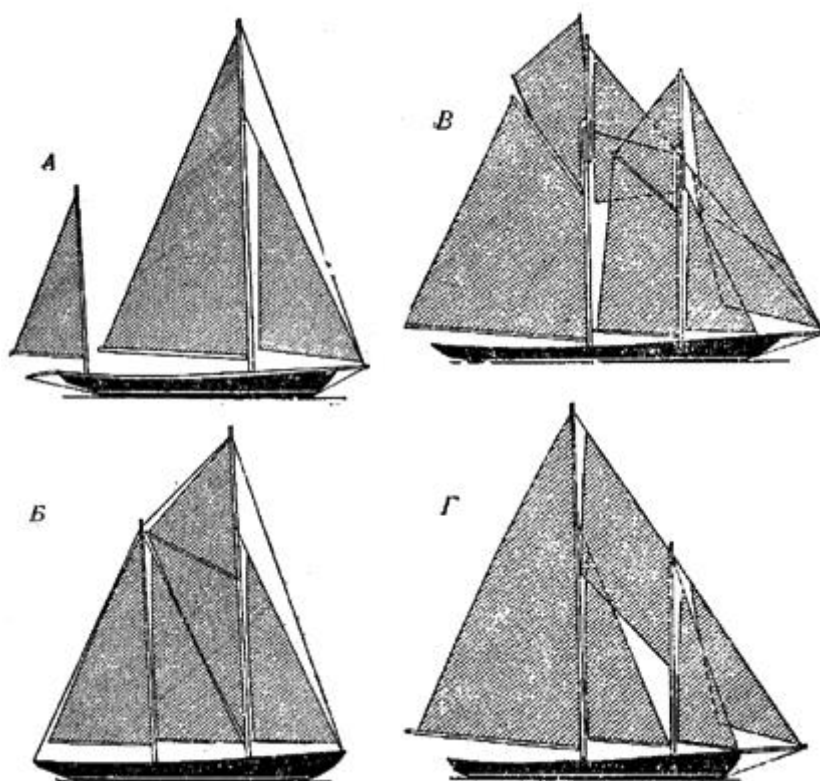

Рис. 15. Двухмачтовые яхты.
Двухмачтовые вооружения (**рис. 15**) применяют на крупных крейсерских яхтах, где для уменьшения крена важно иметь еще более низкую парусность, чем у тендеров. Кроме того, распределение общей парусности на несколько парусов облегчает работу экипажа с ними, что особенно важно на яхтах, совершающих дальние плавания. Чисто морские преимущества двухмачтовых яхт весьма велики: уборкой тех или иных парусов можно сразу уменьшить парусность, а комбинируя эти паруса, можно приспособиться к большому диапазону сил ветра без взятия рифов.
Как и иол, кэч может быть бермудским или гафельным. Иногда кэч имеет грот без гика, со шкотовым углом, находящимся у верхушки бизань-мачты. Нижний промежуток заполняется тогда большим **бизань-стакселем**. Такие кэчи называют **стаксельными** (рис. 15, *б*). Бизань-стаксель может быть и у обычного кэча или иола,
**Шхуна** имеет заднюю мачту выше или равную передней. Передняя мачта двухмачтовой шхуны называется **фок-мачтой**, а задняя - **грот-мачтой**. Паруса называются соответственно **фок и грот**. Шхуны, как и прочие яхты, могут быть гафельными и бермудскими. Бермудские шхуны часто вооружены гафельным фоком (при равной с бермудским фоком высоте он может иметь большую площадь парусности, чем последний). Существует разновидность бермудской шхуны-**стаксельная шхуна** (рис. 15, 2). Эта шхуна не имеет фока. Промежуток между фок- и грот-мачтами (междумачтовый четырехугольник) заполняется одним или несколькими косыми треугольными парусами. Шхунами, как правило, вооружают самые крупные яхты - парусностью более 150-200 м2.